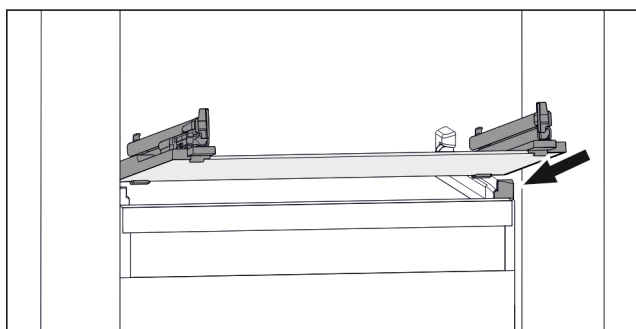

Fig. 42 Rappresentazione esemplificativa del ripiano in vetro
- Applicare il ripiano in vetro obliquamente dietro i fermi. (vedere Fig. 42)